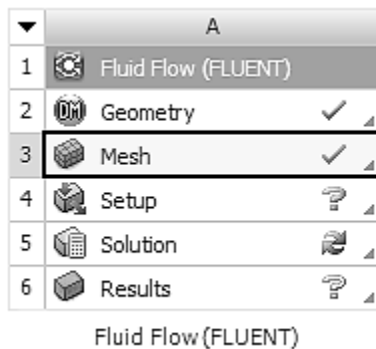

Рис. 2.13
- 4) Окно проекта примет вид, рис. 2.13: